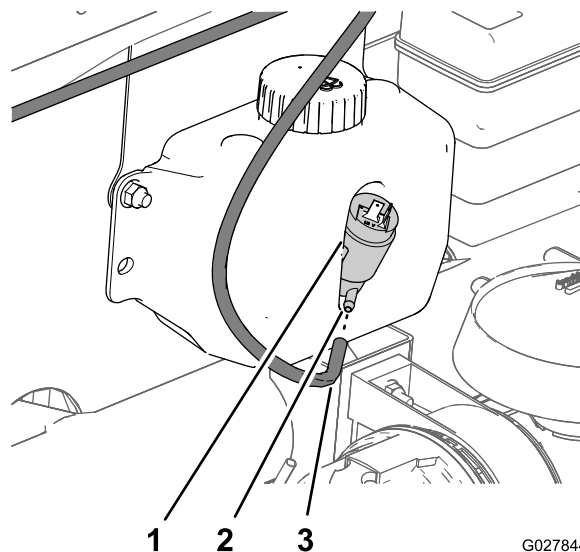

Figura 24
1. No depósito do líquido de lavagem, alinhe a extremidade do tubo com a união roscada da bomba do líquido de lavagem (Figura 24).
2. Empurre o tubo para a união até que o tubo encaixe totalmente na união (Figura 24).
- A. No depósito de líquido de lavagem, retire o tubo da união roscada na bomba (Figura 24).
- C. Empurre o tubo para a união até que o tubo encaixe totalmente na união (Figura 24).